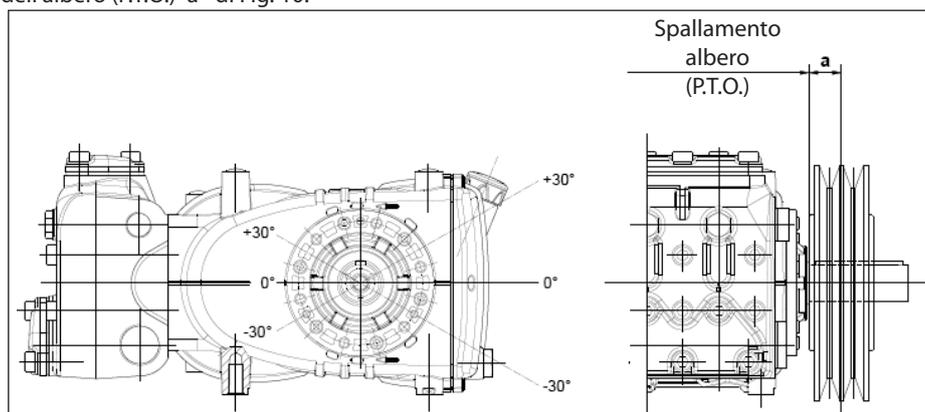

Fig. 10
Il carico radiale sull'albero non deve essere superiore a 4500 N (valore necessario per la definizione del Lay-out). La trasmissione è considerata adeguata se tale carico è applicato ad una distanza massima  $a = 50$  mm dallo spallamento dell'albero (P.T.O) come indicato in Fig. 10.
- b) Utilizzare cinghie ad alto rendimento - per esempio **XPB** invece di **SPB** - in quanto risulterà necessaria una quantità inferiore di cinghie a parità di potenza trasmessa ed una conseguente distanza inferiore della risultante rispetto allo spallamento dell'albero (P.T.O.) "a" di Fig. 10.
- e) Seguire la direzione del tiro cinghia come indicato in Fig. 10 per esigenze diverse contattare l'**Ufficio Tecnico** o **Servizio Assistenza Clienti**.